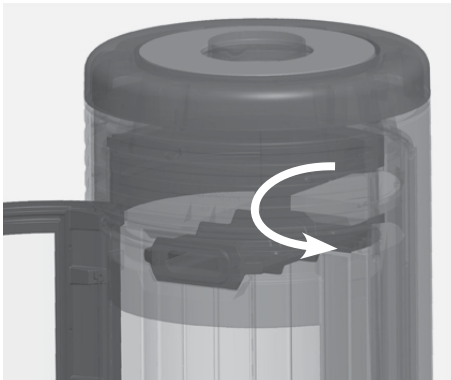

Abb. 4.36 Umlenksteine drehen
- drehen Sie die Umlenksteine um 90° zur Gerätemitte (siehe Abb. 4.36) und